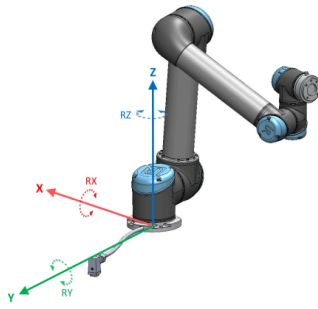

Figure 13.1: Деталь Основание
**Основание:** деталь определяется с помощью начальной точки в центре основания робота (см. рис. 13.1)